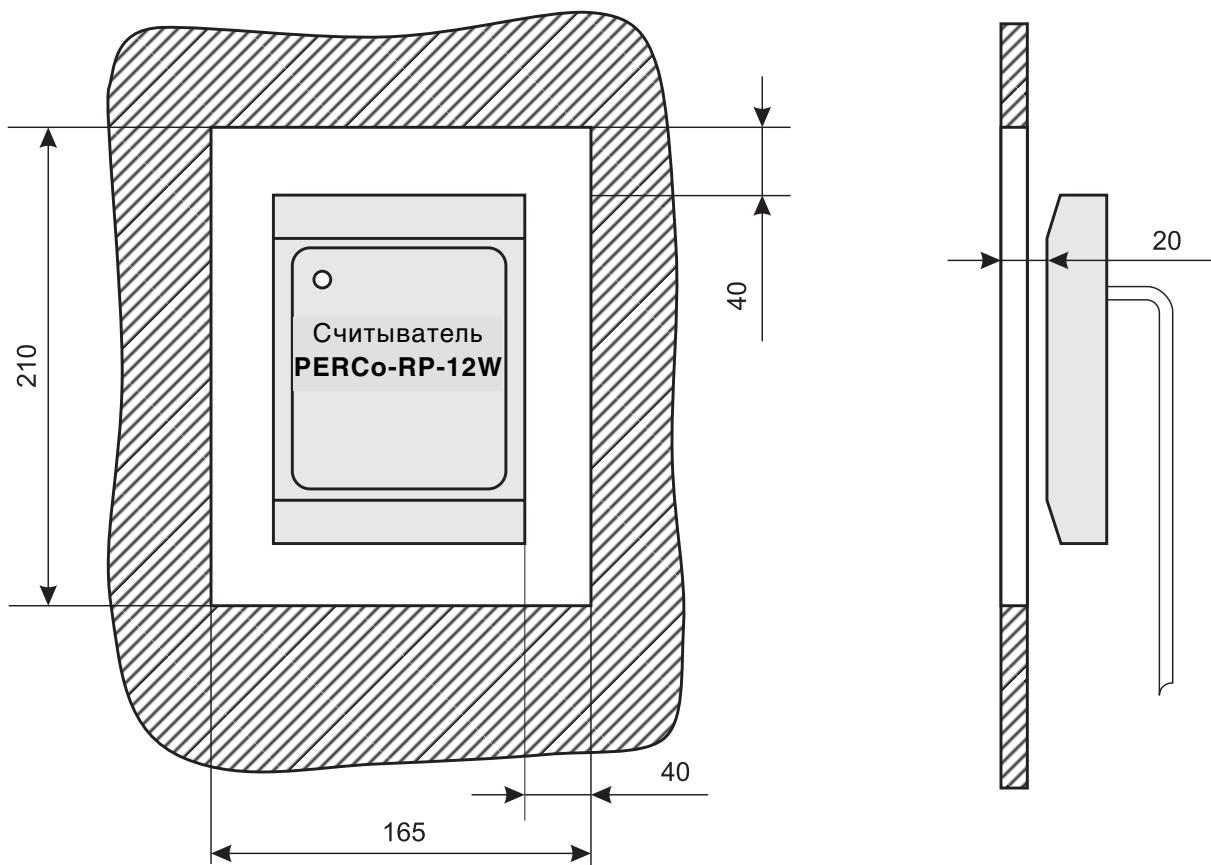

Рис. 3 Установка считывателя за металлической поверхностью
- при установке считывателя за металлической поверхностью, в ней необходимо вырезать окно, напротив которого и устанавливается считыватель (см. рис. 3), при этом размеры окна должны быть не менее 210x165 мм, само окно может быть закрыто неметаллической вставкой (например из пластины), а считыватель может быть утоплен вглубь окна на расстояние не более 2 см от внешней стороны металлической поверхности — дальность считывания кода при таком способе монтажа считывателя уменьшается на 30-50%;